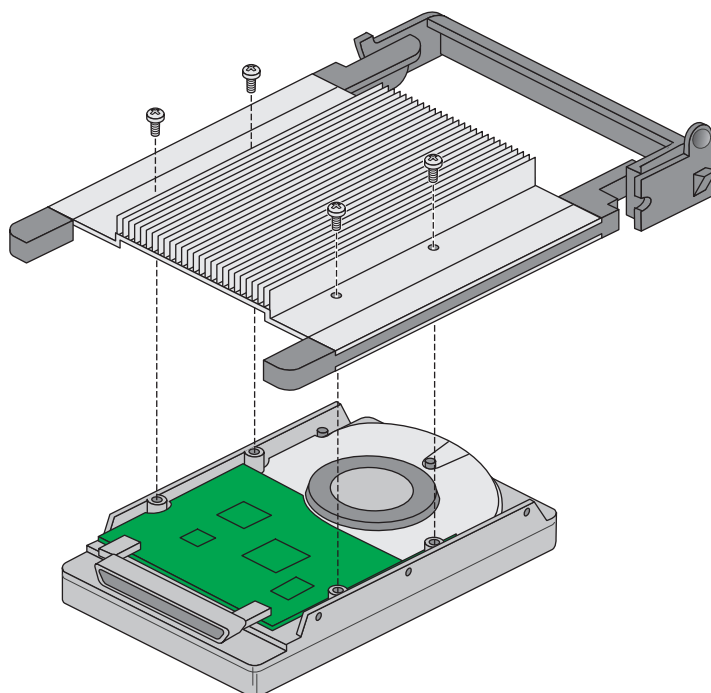

图 5-1 把支架和散热装置安装到硬盘驱动器上
3. 调整驱动器方向以使接头靠近驱动器的顶端表面，然后把塑料支架和散热装置放到驱动器的上面（图 5-1）。